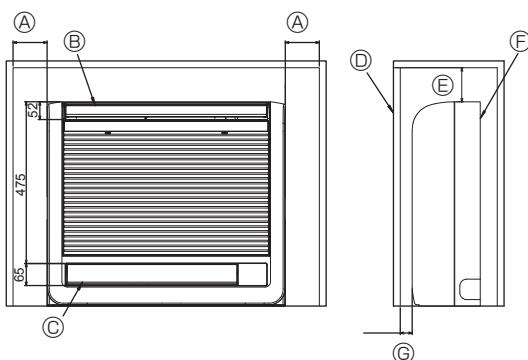

Fig. 6-1
6.1. Instalação da unidade interior embutida numa parede (Fig. 6-1)
- (A) 100 mm ou mais
- (B) Saída de ar superior
- (C) Saída de ar inferior
- (D) Grade
- (E) 100 mm ou mais